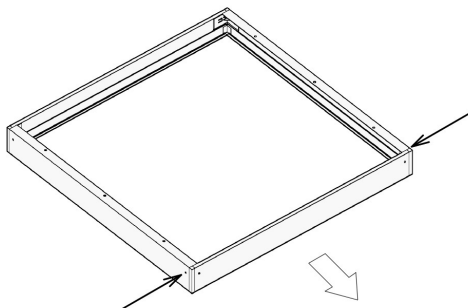

Рисунок 9 – Снятие боковой крышки рамки для установки светильника.
5.4.5. При помощи тонкой отвертки либо другого подходящего подручного инструмента аккуратно снимите боковую крышку, надавив на пластиковые стопорные штифты в торцах рамки (рис. 9)